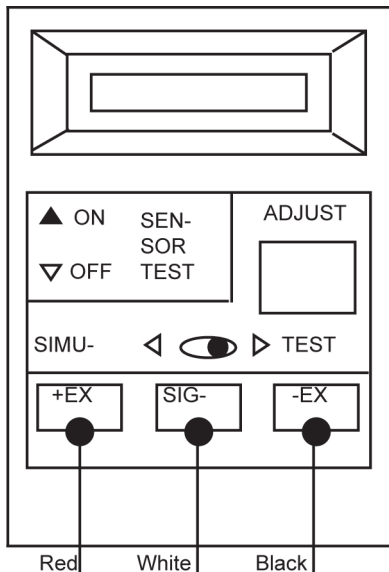

Figura 2-1. Medidor de Teste da Kistler-Morse®.
O medidor de teste da Kistler-Morse® (Figura 2-1) foi projetado especificamente para testar os sensores da Kistler-Morse®. Se você não possui um medidor de teste, desconsidere esta seção e vá para TESTANDO COM UM MULTÍMETRO DIGITAL (DMM).
1. Vide Figura 2-1. Conecte os fios vermelho, branco e preto da Microcell™ aos terminais correspondentes do medidor de teste. Coloque a Microcell™ em uma superfície estável.